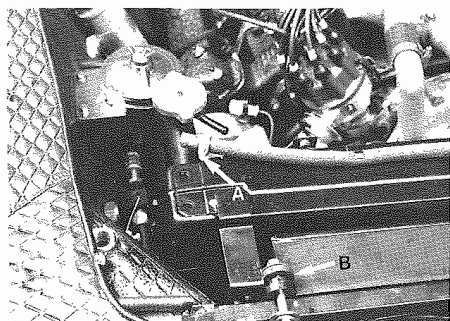

Fig. 10 - A - Tubo radiatore - serbatoio di compensazione
- Smontare il tubo radiatore-serbatoio di compensazione (**Fig. 10**). Allentare le viti anteriori di fissaggio (2) (**Fig. 10**) ed estrarre il radiatore verso l'alto.
- Disassemble radiator-overflow tank tube (**Fig. 10**). Slacken front fixing screw (2) (**Fig. 10**) and take out upwards the radiator.